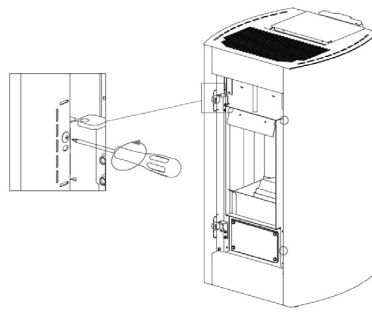

Fig. 56 - Entfernen der Schrauben
- Die 6 hinteren Schrauben heraus-schrauben (siehe **Fig. 56**).